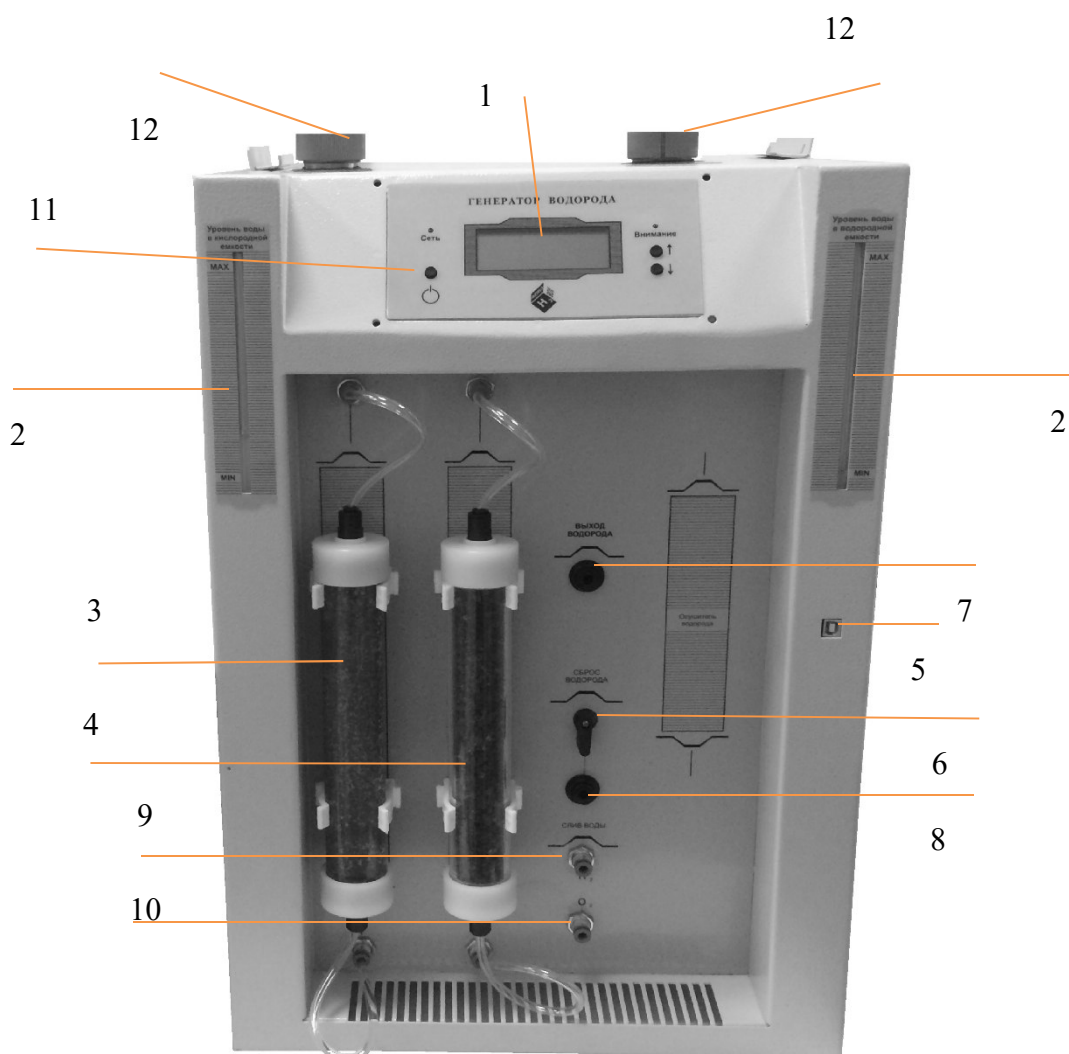

Рис.2. Генератор водорода H2box-AERO
**6.1.1.** На передней панели генератора (см. рис.2) размещены:
7.1.1. Проверить правильность установки и подключения регенерируемого осушителя водорода, осушителя водорода и ионообменного фильтра (см. рис.2). Регенерируемый осушитель водорода должен быть установлен в свое посадочное место, а штуцеры до упора вставлены в самозапирающиеся фитинги. Фильтр ионообменный и осушитель водорода должны быть установлены в свои посадочные места, а их трубки вставлены и закреплены в соответствующих штуцерах.
**7.2.6.** Заправить кислородную емкость генератора дистиллированной водой через заливную горловину (см. рис.2) до половины уровня мерной трубки.
**7.2.7.** Заправить водородную емкость генератора дистиллированной водой через заливную горловину (см. рис.2) до половины уровня мерной трубки.
**7.2.8.** Соединить трубку «Выход водорода» (взять из ЗИПа) со штуцером на передней панели (см. рис.2, поз.8) и опустить ее второй конец в стакан с водой.
**7.2.9.** Штуцер «Сброс водорода» на передней панели генератора (см. рис.2, поз.8) соединить с линией аварийного и ручного сброса водорода.
**7.2.10.** Нажать кнопку включения/выключения  на передней панели генератора. На дисплее появится отображение текущего расхода водорода, давление водорода внутри газового контура, и режим работы генератора (см. рис.2).
**7.3.1.** Не останавливая работу генератора присоединить к штуцеру «Выход водорода» (см. рис.2, поз.6) манометр (типа МТП-4П или другой с аналогичными характеристиками) и следить за его показаниями.
**7.3.3.** Аккуратно повернуть вентиль «Сброс водорода» и сбросить давление через штуцер «Сброс водорода» (см. рис. 2). Вернуть вентиль «Сброс водорода» в исходное положение. Отсоединить манометр от штуцера «Выход водорода» (см. рис.2, поз.6).